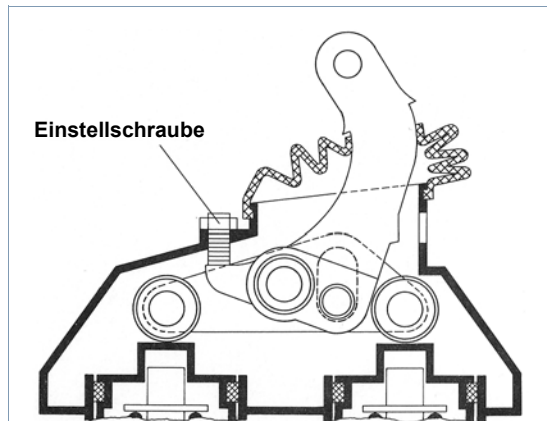

Abb. 4 Motorwagen-Bremsventil 461 499 - Querschnitt, Position der Einstellschraube
- Einstellschraube (siehe Abb. 4) soweit in das Gerät hineindrehen, bis die Manometer 3 und 4 den Wert P3 anzeigen.